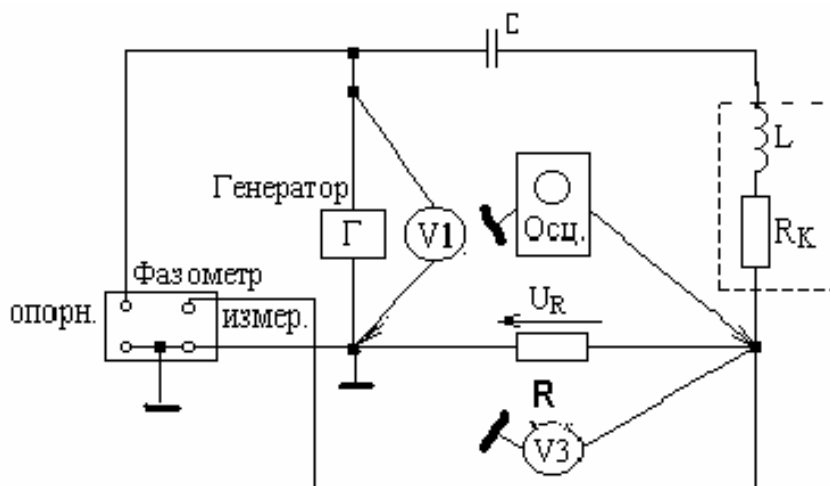

Рис. 4.6. Принципиальная схема измерения  $U_R$  и  $\varphi$
1. Собрать схему для измерения  $U_R$  и угла сдвига по фазе  $\varphi$  между входным напряжением и током в цепи согласно рис. 4.6, учитывая то, что исследуемая цепь состоит из последовательно соединенных элементов  $L_A$ ,  $C_A$  и  $R = 1$  кОм.
7. Отключить от исследуемой цепи блок “ $\varphi$ -V3” и подключить осциллограф (блок ЭК) (см. рис. 4.6). Переключатель числа каналов установить в среднее положение, при этом на экране осциллографа (блок БО) одновременно появятся изображения мгновенных напряжений на входе цепи  $u(t)$  и на резисторе  $u_R(t)$ . Напряжение  $u_R(t)$  пропорционально току  $i(t)$ , совпадает с ним по фазе и имеет ту же форму. Регулятор “РАЗВЕРТКА” на блоке ЭК рекомендуется установить в такое положение, при котором на экране осциллографа будут наблюдаться 1.5 – 2 периода исследуемых напряжений.
2. Схемы для расчета рис. 4.1 и измерений рис. 4.6 и 4.7.